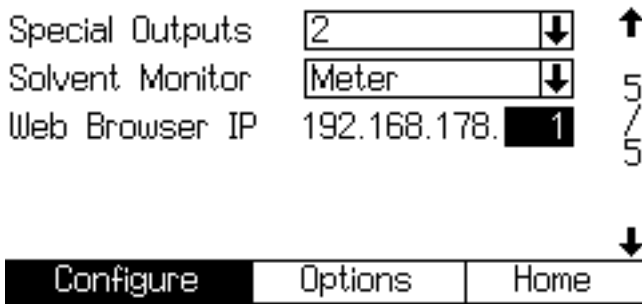

FIG. 5: Pantallas de configuración del sistema 5
- En el EasyKey, vaya a la Pantalla de Configuración del Sistema 5 y escriba el número IP asignado a ese EasyKey (1-99). Vea FIG. 5.